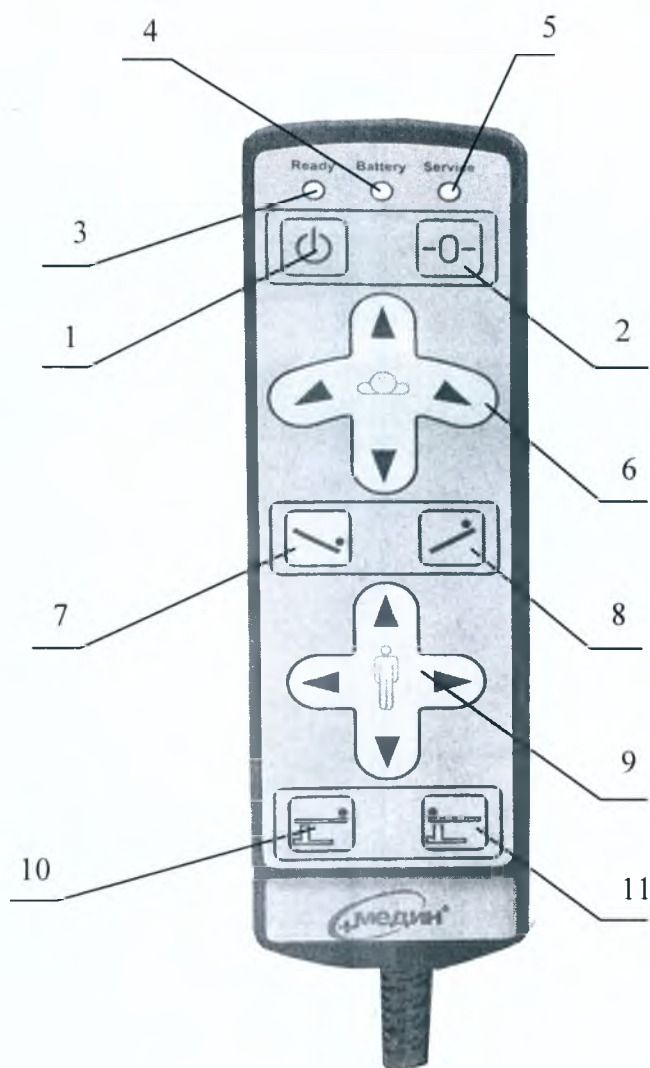

Рисунок 4. Пульт управления вспомогательный и назначение его кнопок.
9.10 Если на пульте управления индикатор 4(Рисунок 4) горит желтым либо красным цветом, это означает, что аккумуляторные батареи частично либо полностью разряжены.
10.1 Подъем и опускание столешницы стола, продольные поперечные перемещения и наклоны осуществляются при нажатии соответствующих кнопок пульта управления (Рисунок 4).
Внимание! Продольное перемещение столешницы осуществляется только в горизонтальном положении стола. Для удобства выравнивания панели в горизонтальное положение можно воспользоваться кнопкой 2 (Рисунок 4).